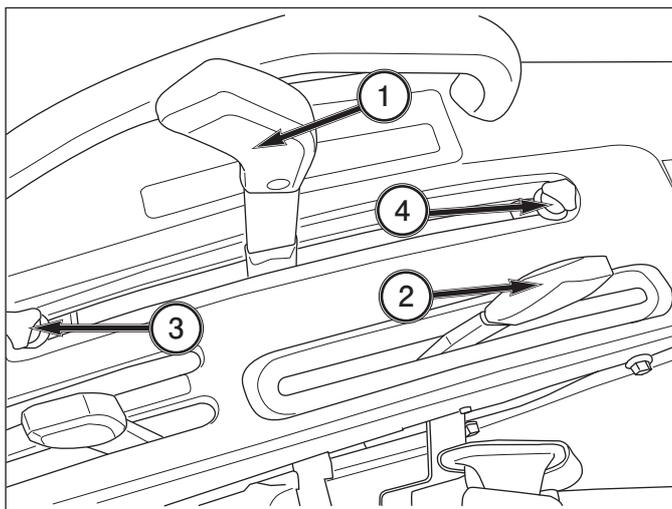

FIG. 5-35
**FIG. 5-35:** Positions du levier – Utilisez le levier de position, 1, pour lever et abaisser l'équipement et le levier de labourage, 2, pour régler la profondeur de labourage et la sensibilité du système dans le sol.